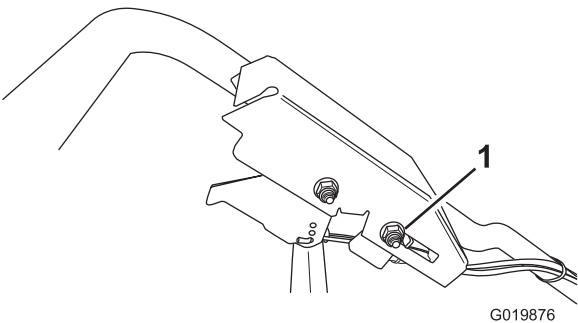

Bild 38
- Lösen Sie die Kabelstützmutter (Bild 38).